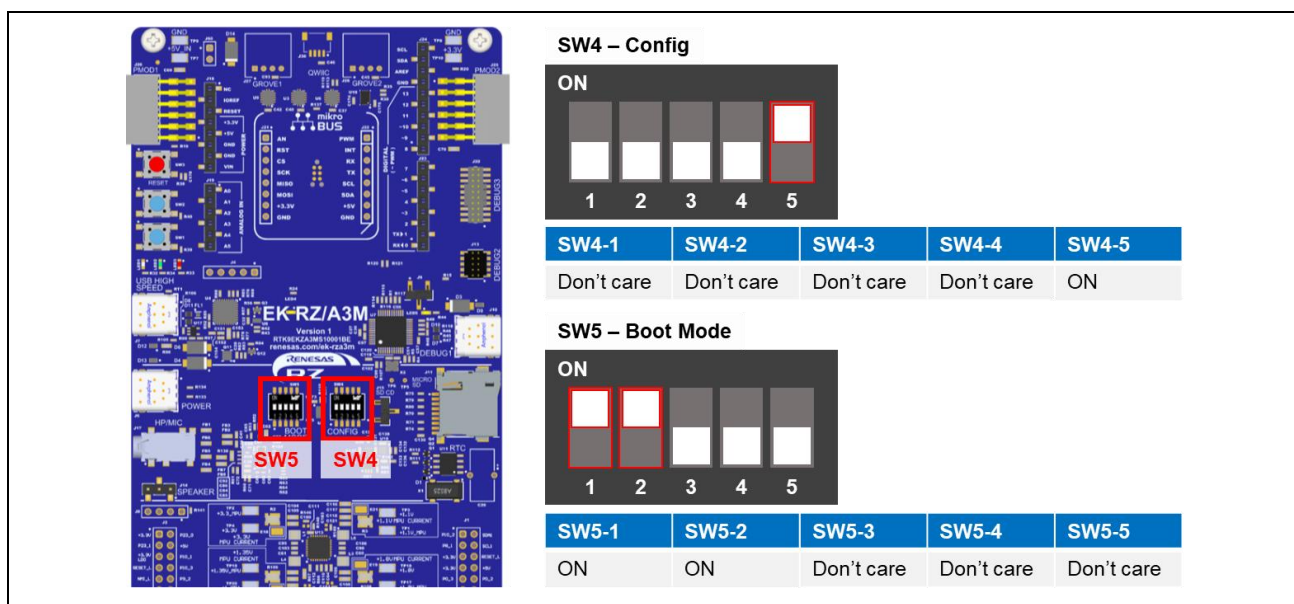

図 3-22 SW4,5 の設定
- 一度電源を抜き、EK-RZ/A3M の SW4,5 を図 3-22 のように設定します。各スイッチ設定に関する詳細は、「EK-RZ/A3M User's Manual - 4.3.4 Board Configuration Switch Settings」を参照してください。